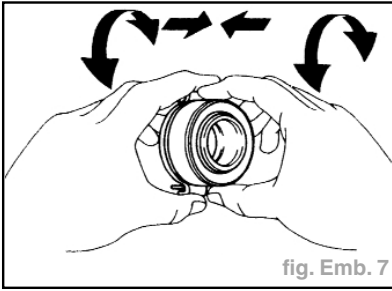

fig. Emb. 7
- Tourner la butée à la main tout en lui appliquant une pression dans le sens axial (fig. Emb. 7).